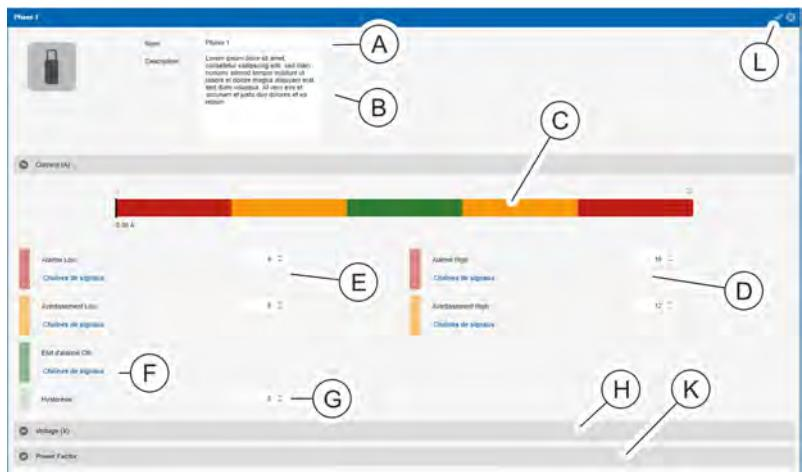

Fig. 125 : Affichage détaillé
4. ➔ Dans l'affichage détaillé, modifier si nécessaire la désignation de la phase (Fig. 125 /Ⓐ) et, si nécessaire, ajouter une description (Fig. 125 /Ⓑ).
5. ➔ Saisir une valeur pour « *Avertissement High* » et « *Alarme High* » dans la zone « *Current (A)* » (Fig. 125 /Ⓓ).
- ⇒ Les valeurs seuils sont affichées en couleur (Fig. 125 /Ⓒ).
8. ➔ Si nécessaire, affecter une chaîne de signaux (de manière similaire aux étapes 5 et 6) au paramètre « *État d'alarme OK* » dans la zone « *Current (A)* » (Fig. 125 /Ⓔ).
9. ➔ Saisir une valeur pour « *Alarme Low* », « *Avertissement Low* » et « *Hystérésis* » dans la zone « *Current (A)* » (Fig. 125 /Ⓔ et Ⓩ) et affecter une chaîne de signaux (de manière similaire aux étapes 5 à 7).
10. ➔ Répéter les étapes 5 à 9 pour la zone « *Voltage* » afin de régler la plage de tension (Fig. 125 /Ⓗ).
11. ➔ Répéter les étapes 8 à 9 pour la zone « *Power Factor* » (Fig. 125 /Ⓚ) afin de régler le facteur de puissance.
12. ➔ Appuyer sur le bouton « *Enregistrer* » (Fig. 125 /Ⓛ) pour confirmer la sélection.